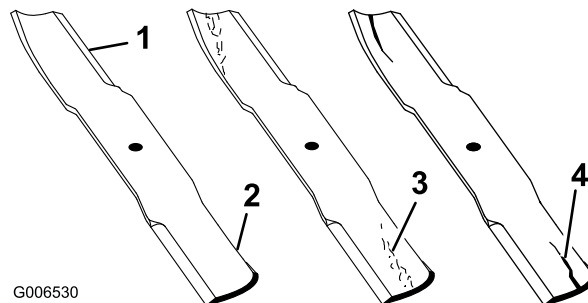

図 100
2. ブレードの切っ先を注意深く観察、特に、直線部と曲線部が交わる部分をよく観察する（図 100）。この、直線部と曲線部の交差域は、砂などによる磨耗が進みやすい部分なので、機械を使用する前によく点検することが必要である。磨耗が進んでいる場合（図 100）には、ブレードを交換する。